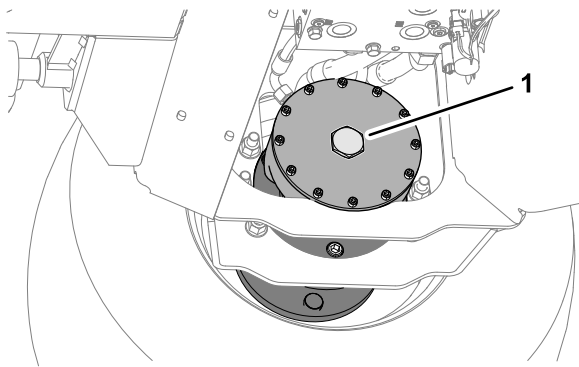

Figura 49
2. Montate il tappo esagonale sulla piastra terminale del motore (Figura 49).